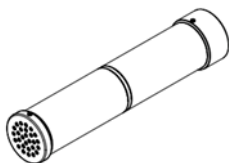

Figura 3 - Test object
2. Test Object: oggetto di impedenza nota per verificare la calibrazione del dispositivo (Figura 3)